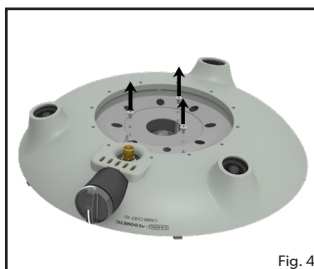
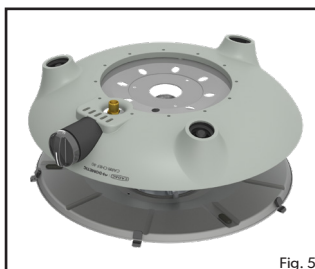
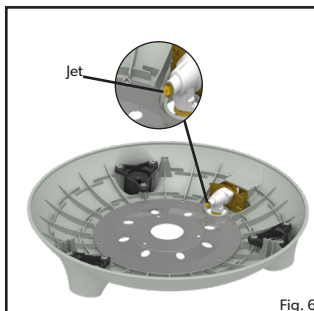

Fig. 4
Fig. 5
Fig. 6
- **Pour remplacer le jet :** Retirez toutes les surfaces mobiles ainsi que le plateau utilitaire et les pieds de l'appareil. Retournez la base du brûleur et retirez les 3 vis du couvercle inférieur (fig. 4) pour séparer la base du brûleur de l'assemblage du brûleur (fig. 5). Débranchez le fil Piezo en prenant soin de ne pas l'endommager et retirez l'ensemble du brûleur du corps de la base du brûleur pour exposer le gicleur (fig. 6). Le gicleur peut maintenant être retiré à l'aide d'une clé appropriée. N'utilisez pas de pinces car cela pourrait endommager le gicleur et le rendre inutilisable ou impossible à retirer. Visser le nouveau gicleur dans la valve. Ne pas trop serrer car cela pourrait endommager l'appareil.